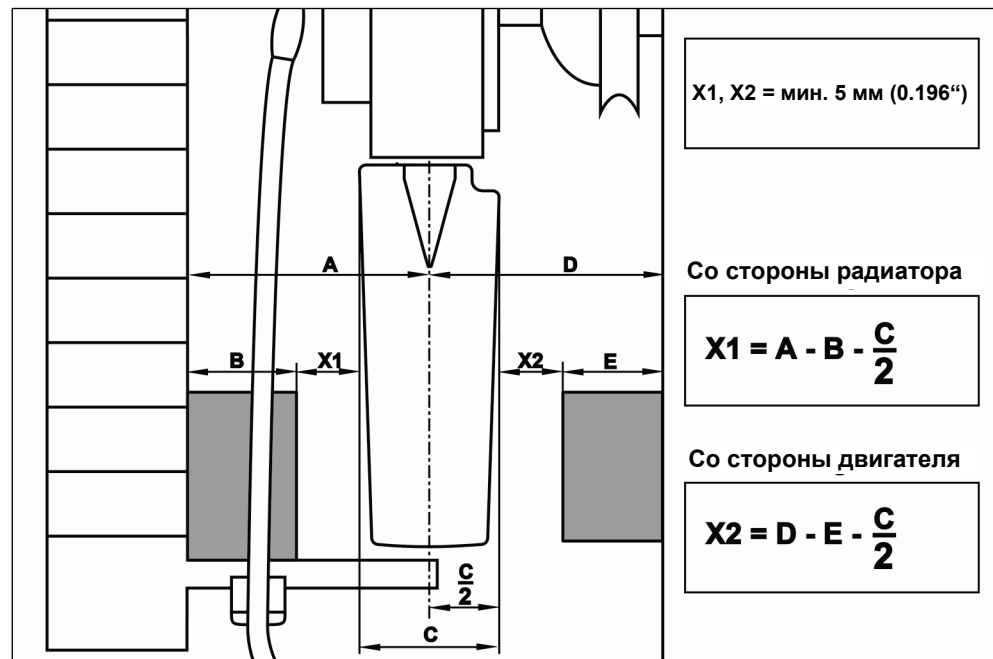

Рис. 39
- 33)** Убедиться в отсутствии контакта с какими-либо предметами при вращении (см. Рис. 39).